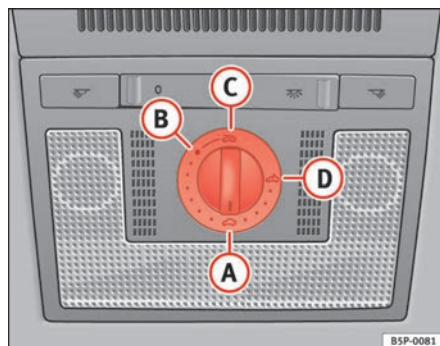

Abb. 69 Detailsicht des Dachhimmels: Drehschalter Schiebe-/Ausstelldach
- Drehen Sie den Drehschalter in Stellung **A** ⇒ Abb. 69 ⇒ ⚠.